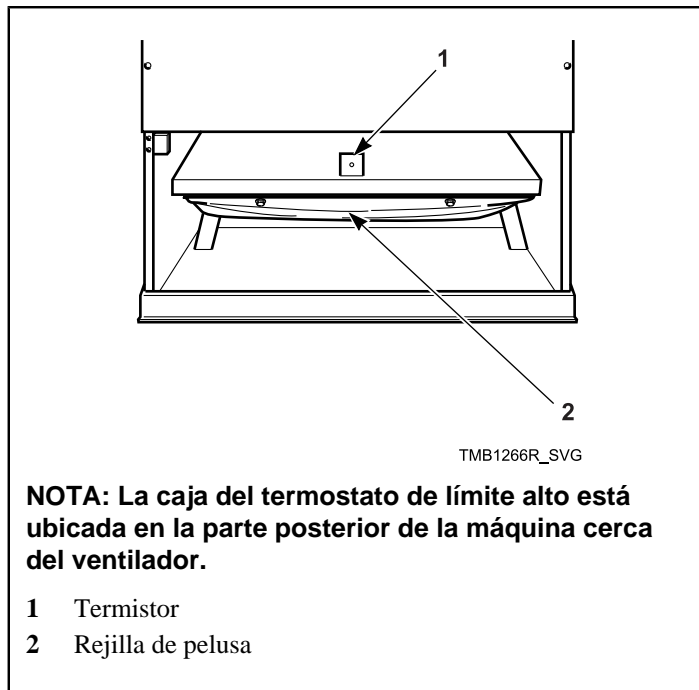

Figura 46
- e. Limpie las pelusas del termostato y termistor de límite alto del gabinete. Consulte la *Figura 46*.